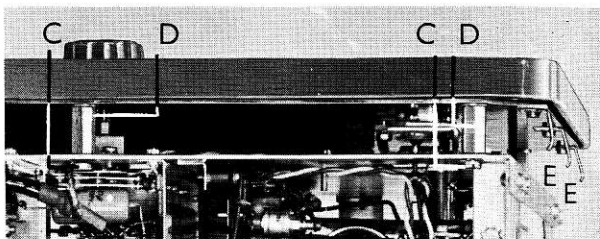

Fig. 7
- c. Retirer les 6 vis "C" (fig. 7).
- b. Détacher la plaque gravée en retirant les 6 pièces d'écartement "D" aussi que les 6 vis et ressorts "E" (fig. 7).